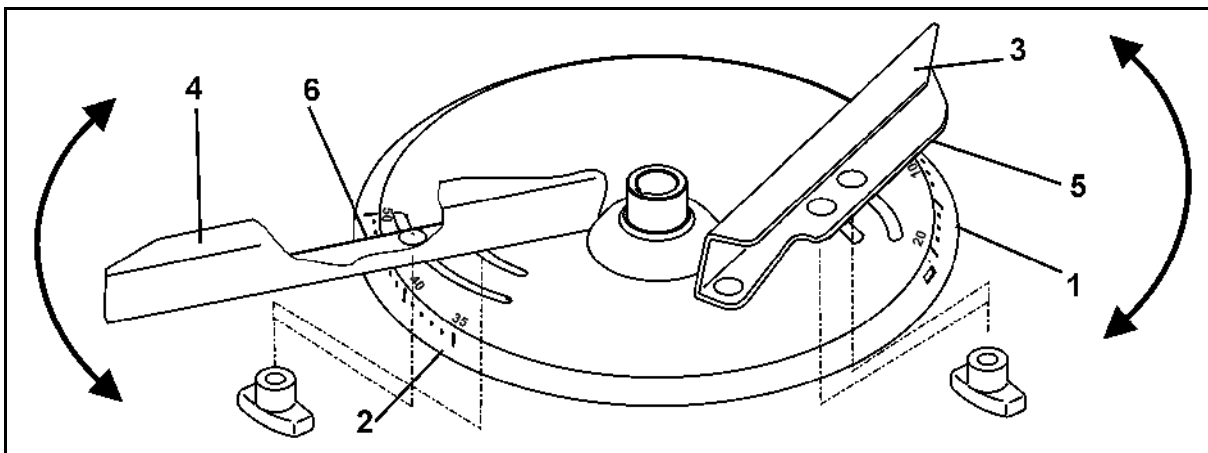

Fig. 69
Zur exakten, werkzeuglosen Einstellung der einzelnen Streuschaufelstellungen sind auf jeder Streuscheibe zwei unterschiedliche, unverwechselbare Skalen (Fig. 69/1 und Fig. 69/2) angeordnet.
- Der kürzeren Streuschaufel (Fig. 69/3) ist die Skala (Fig. 69/1) mit den Werten von 5 bis 28 und der längeren Streuschaufel (Fig. 69/4) die Skala (Fig. 69/2) mit den Werten von 35 bis 55 zugeordnet.
- o Für die kurze Streuschaufel (Fig. 69/3) den Einstellwert an der Ablesekante (Fig. 69/5) ablesen.
- o Für die lange Streuschaufel (Fig. 69/4) den Einstellwert an der Ablesekante (Fig. 69/6) ablesen.
- Das Verschwenken der Streuschaufeln auf einen höheren Zahlenwert der Skala (Fig. 69/1 bzw. Fig. 69/2) bewirkt eine Vergrößerung der Arbeitsbreite.